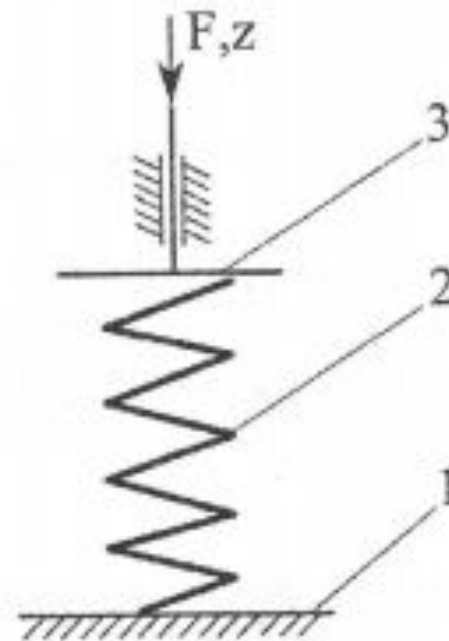

Рис.1. Принципиальная схема стенда для испытания упругого элемента на долговечность:
-упругий элемент, к примеру пружина, устанавливается вертикально и нагрузка прикладывается вдоль его оси(рис.1);